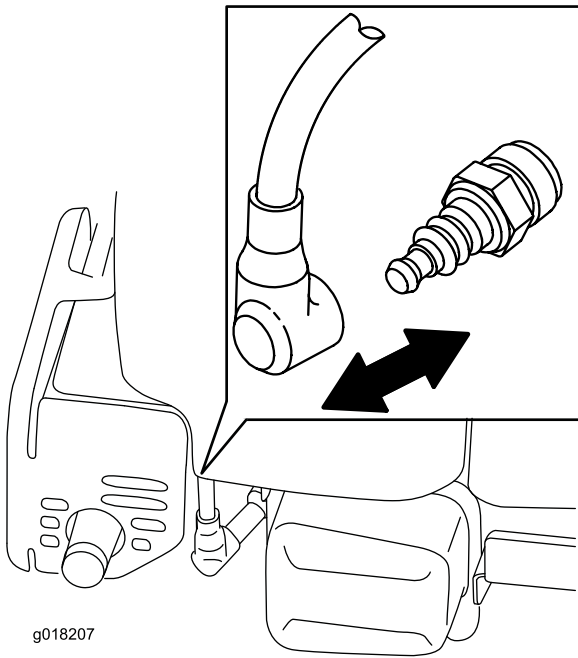

Figura 21
- Desconecte el cable de la bujía (Figura 21) antes de realizar cualquier procedimiento de mantenimiento.